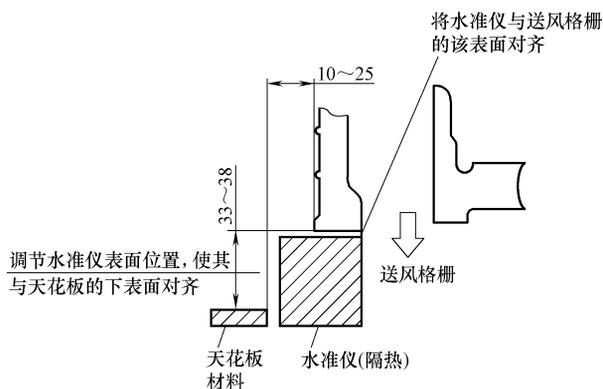

图 3-15 三菱四向嵌顶式室内机水平确认示意图
(2) 确认机器的安装水平度（图 3-15） 注意如果空调机的安装水平度和天花板材料超出适当的范围，可能会导致在面板的安装过程中由于负荷过大而造成损坏。